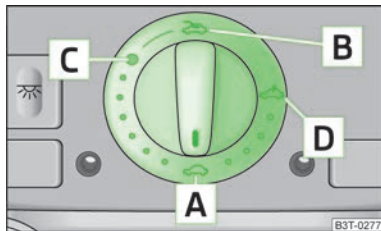

Fig. 25
El techo corredizo/elevable se maneja con el conmutador giratorio » fig. 25 y sólo funciona estando conectado el encendido. El conmutador giratorio tiene varias posiciones.
Si se desembornó y se volvió a embornar la batería del vehículo, puede ocurrir que el techo corredizo/elevable no cierre del todo. Por ello, se deberá colocar el conmutador giratorio en la posición **A** » fig. 25 y presionar hacia delante durante unos 10 segundos.
- Girar el conmutador a la posición **C** » fig. 25 de la página 44.
- Girar el conmutador a la posición **B** » fig. 25 de la página 44 y mantenerlo en esa posición (posición con resorte).
- Girar el conmutador a la posición **D** » fig. 25 de la página 44.
- Girar el conmutador a la posición **A** » fig. 25 de la página 44.
El techo corredizo/elevable está equipado con un limitador de fuerza. Si un obstáculo (p. ej., hielo) impide el cierre, el techo corredizo/elevable se parará y se abrirá completamente. Se puede cerrar por completo el techo corredizo/elevable sin limitación de fuerza, pulsando el interruptor en la posición **A** » fig. 25 de la página 44 delantera hasta que el techo corredizo/elevable esté completamente cerrado » **!**.
Tras cada accionamiento de emergencia (con la llave Allen) se debe colocar el techo corredizo/deflector en la posición básica. Por ello, se deberá colocar el conmutador giratorio en la posición [A] » fig. 25 de la página 44 y presionar hacia delante durante unos 10 segundos.